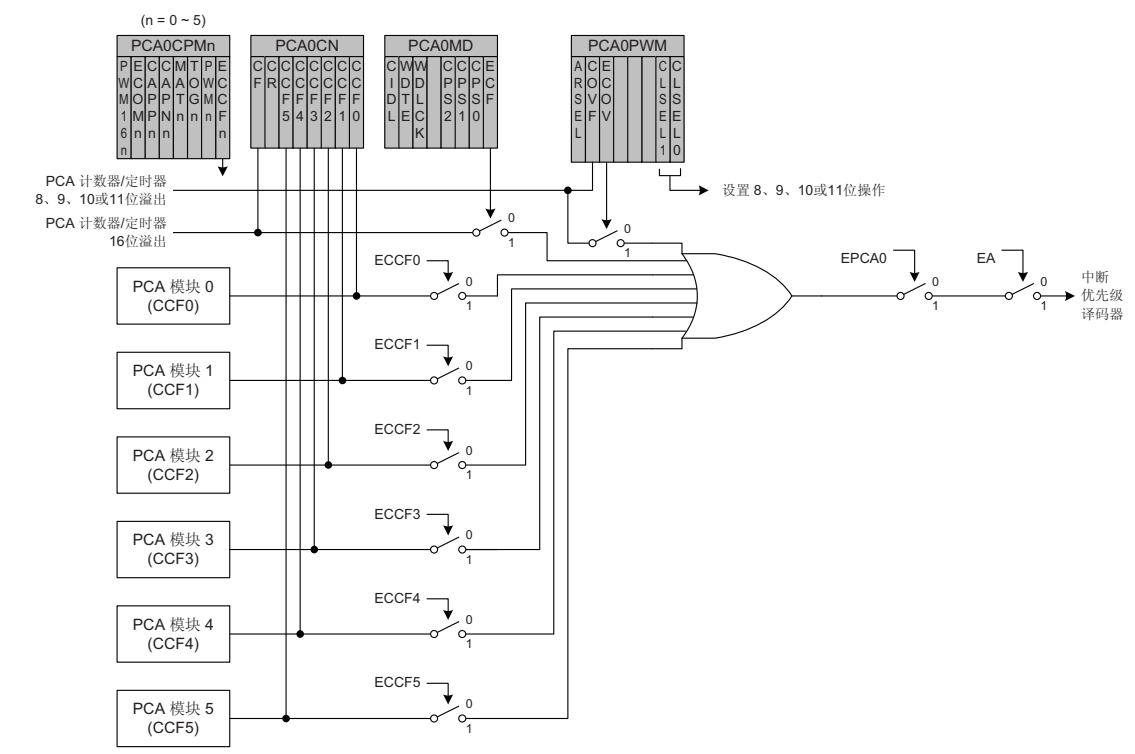

图 26.3 PCA 中断原理框图
图 26.3 给出了 PCA 中断树的原理框图。有 8 个独立的事件标志可用于产生 PCA0 中断。它们是：主 PCA 计数器溢出标志 (CF)，在 16 位 PCA0 计数器溢出时置 1；中间溢出标志 (COVF)，可以在 PCA0 计数器的第 8、9、10 或 11 位溢出时置 1；以及每个 PCA 通道的独立标志位 (CCF0、CCF1、CCF2、CCF3、CCF4 和 CCF5)，这些标志根据对应模块的工作方式被置 1。当触发条件发生时，这些事件标志将被置 1。通过使用相应的中断允许位 (ECF 对应 CF，ECOV 对应 COVF，ECCFn 对应 CCFn) 来选择要产生中断的每个标志。要想使任何一个独立的中断源能被处理器识别，必须先总体允许 PCA0 中断。通过将 EA 位(IE.7)和 EPCA0 位 (EIE1.4) 设置为逻辑 1 来总体允许 PCA0 中断。